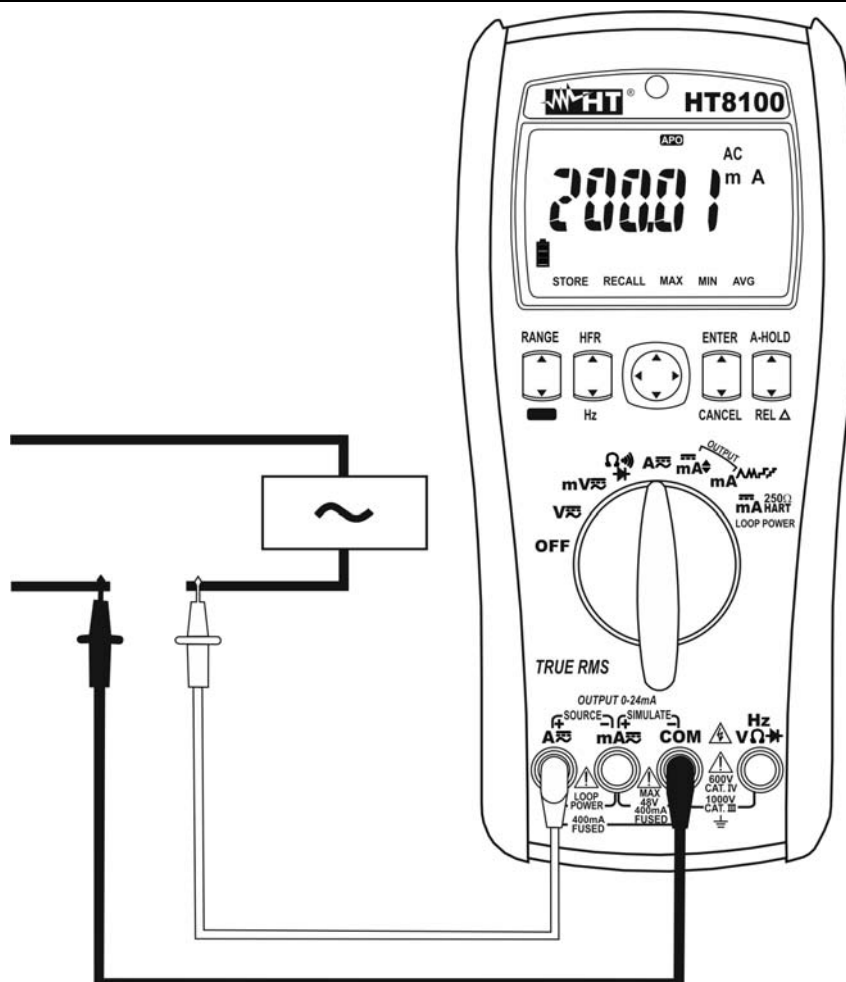

Fig. 5: Uso del instrumento para medida de Corriente CA
5. Conecte la punta roja y la punta negra en serie al circuito del que se quiere medir la corriente (vea Fig. 5)